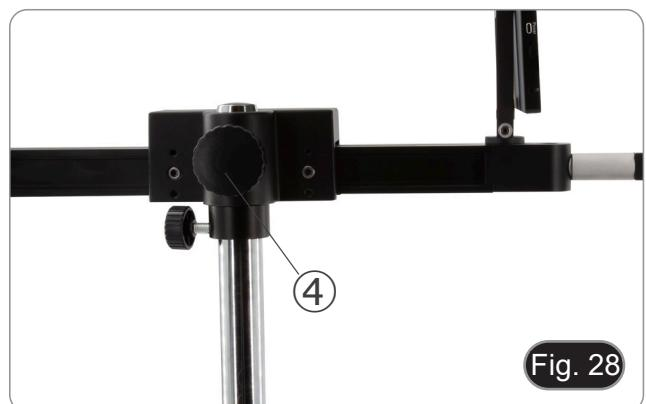

Fig. 28
1. Desserrer le bouton de verrouillage du bras horizontal ④ et faire tourner le bras, puis resserrer le bouton. (Fig. 28)